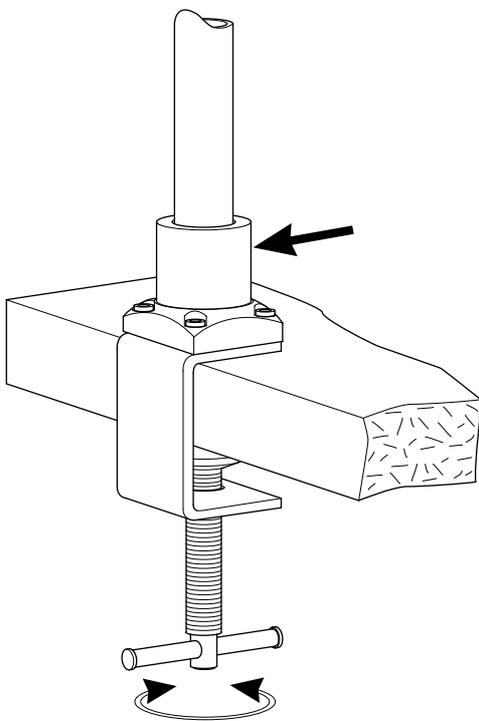

Figure 3-3. Montage sur table
- \* L'embase à fixation par étrier pour pied peut être fixé selon figure 3-3, ou en vissant la partie supérieure de l'embase directement sur la table.
- \* La colonne de pied (tube) doit être bloquée à l'aide d'une vis à six pans creux (flèche, figure 3-3) (la clé est jointe).